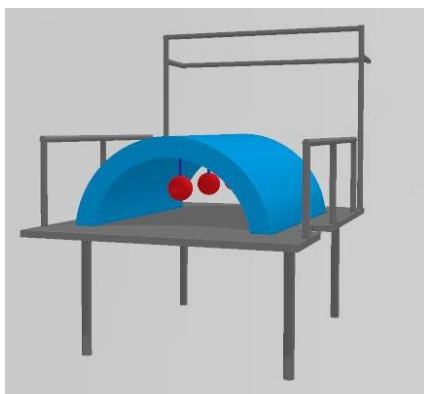

图 3 一级加载示意图
1、一级加载: 3 个一级加载点上分别悬挂 3kg 的重物。悬挂重物后的绳长不得大于 30mm, 加载过程中悬挂的重物不得接触底板。重物悬挂完毕后, 持续计时 30s, 一级加载结束, 马上进入二级加载。一级加载示意图如图 3 所示。